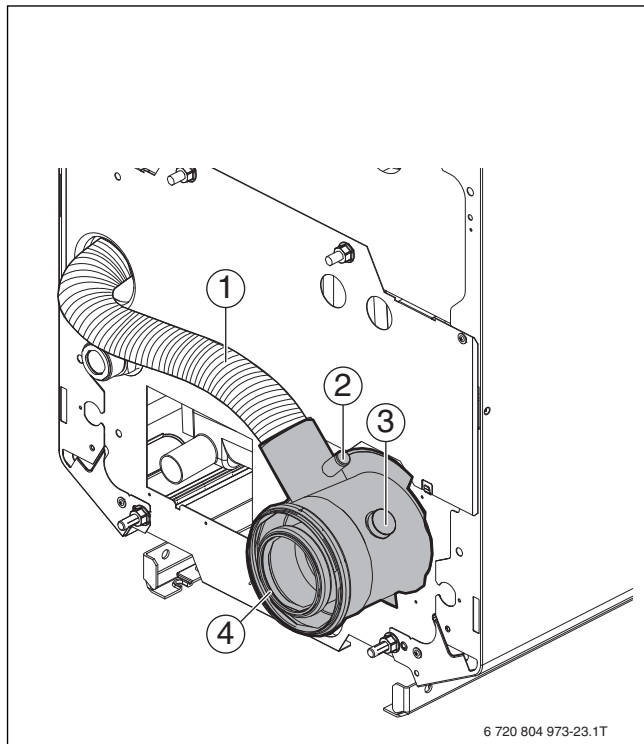

Fig. 22 Tubo de empalme de aire/gases de escape
Las mediciones se llevan a cabo principalmente en el tubo de salida de gases (→ fig. 22, [3]) o en la clavija de conexión para aire y gases de escape (→ fig. 22, [2]).
- ▶ Introduzca la sonda de medición a través de la apertura de medición en el racor de conexión de gases (→ fig. 22, [3]) hasta el núcleo de la corriente (centro de la chimenea) del gas de escape (máxima temperatura del gas de escape).